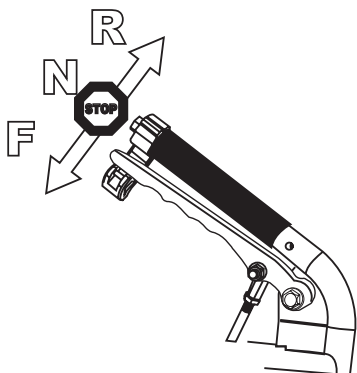

Figure 3-1
2. Référez-vous à la Figure 3-1 pour les instructions suivantes.